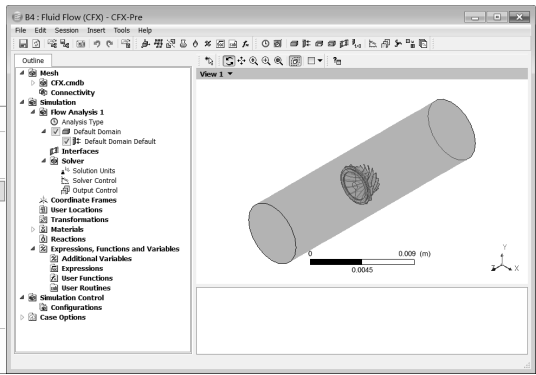

图 17-58 CFX-Pre 截图
Step2: 双击项目 B 中的 B4(Setup)栏, 此时加载如图 17-58 所示的 Fluid Flow(CFX)